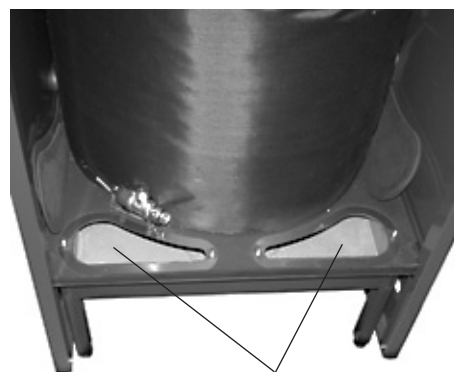

Fig. 6
9. Rimuovere il coperchio dal foro di pulizia (9, fig. 6)